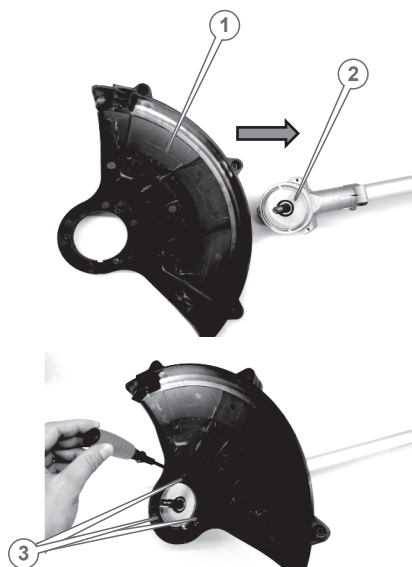

Рисунок 9. Встановлення захисного кожуха у разі використання дискового різального ножа.
1. Для роботи дисковим ножом з лезами встановити захисний кожух без додаткового кожуха (рис. 8, 9) та закріпити трьома гвинтами (3, рис. 9).